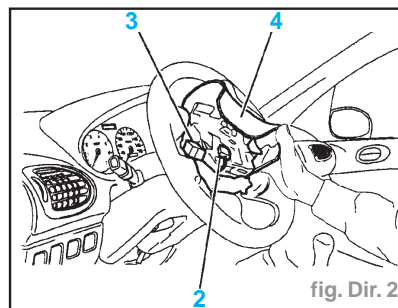
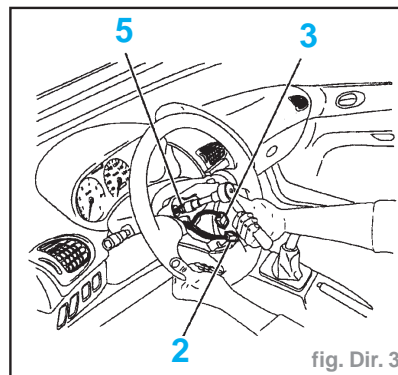
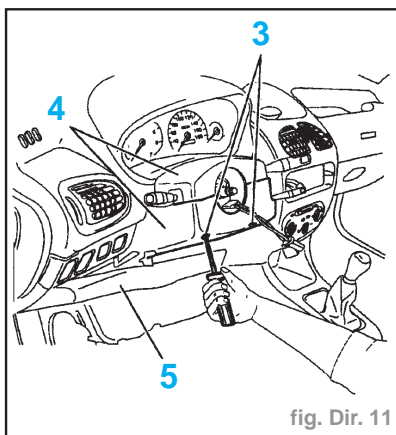

fig. Dir. 2
fig. Dir. 3
fig. Dir. 11
- Débrancher le connecteur (2) (orange) (fig. Dir. 2).
- Engager une lame de tournevis dans le connecteur (3) et tirer sur celui-ci pour le déconnecter.
- Déposer le module (4).
- Desserrer la vis (5) de quelques filets (fig. Dir. 3).
- Déposer la vis (2).
- Déposer (fig. Dir. 11) :